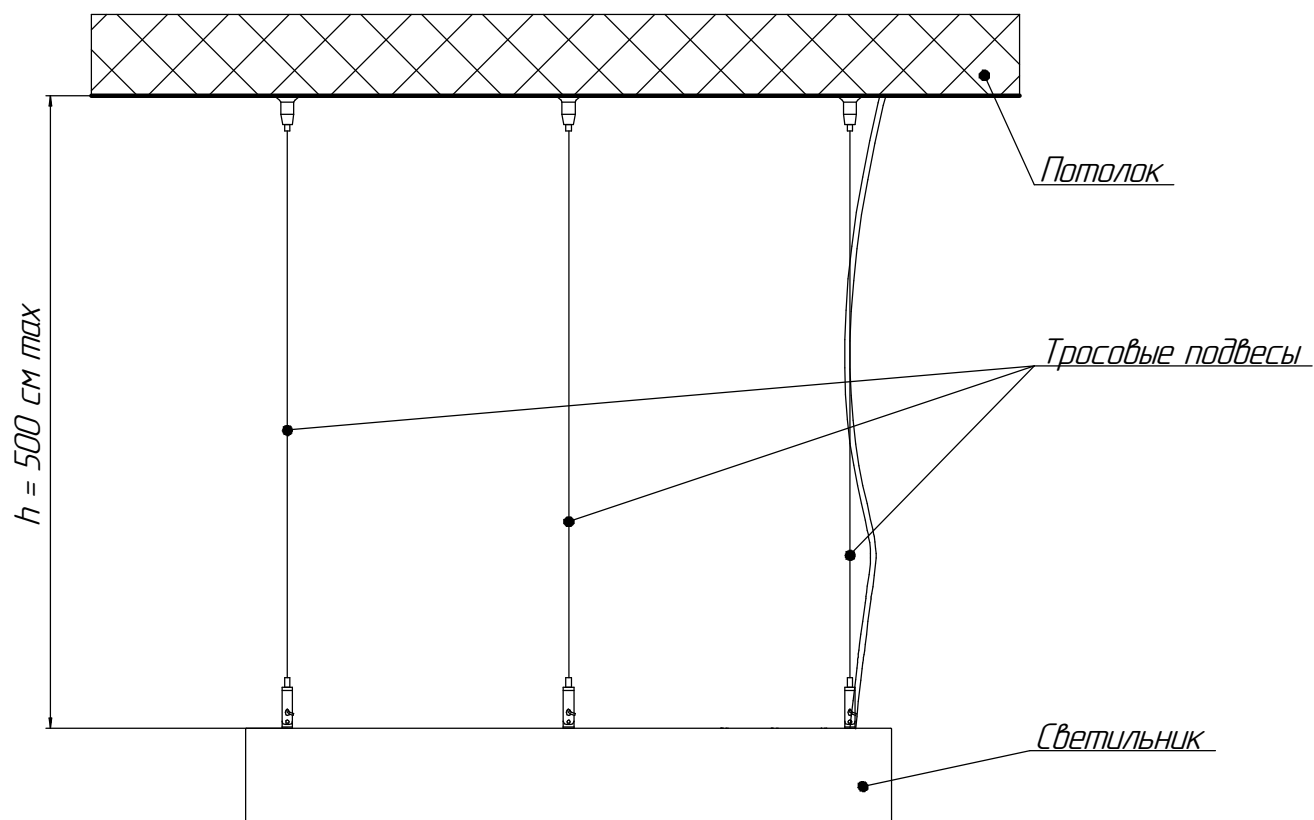

Рисунок 7 - Установка светильника на тросовые подвесы
5.8 Допускается установка светильника на тросовых подвесах (см. рис.7). Тросовые подвесы являются аксессуарами и заказываются дополнительно.